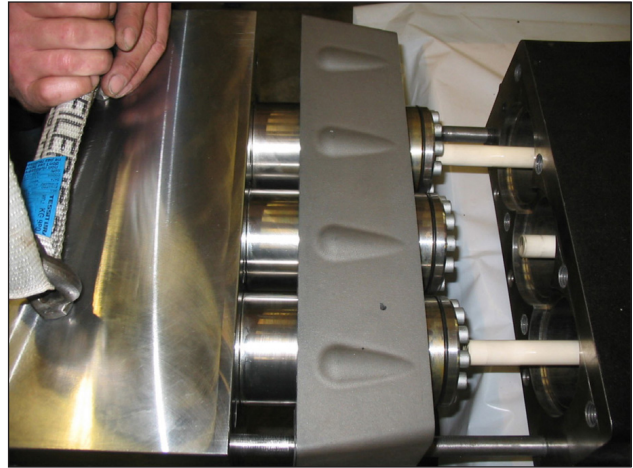

Abb. 97
Trennen Sie den Kopf und das Distanzstück der Buchsen vom Pumpengehäuse (Pos. ①, Abb. 97).